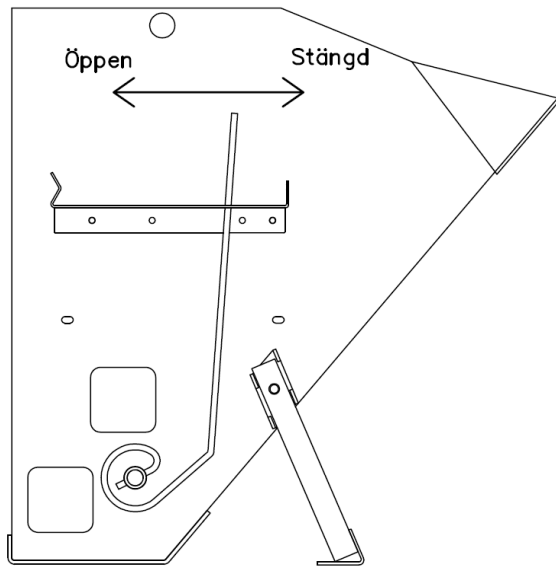

Bild 2. Sandspridarens mängdregleringsspak
1. Mängdregleringsgummin pressas tätt mot spridarvalsen eller lossas med hjälp av mängdregleringsspaken på vänster sida av maskinen. Bild 2.
2. Mängden som ska spridas ut kan ökas genom att öka rotationshastighet på spridarvalsen. På motsvarande sätt kan sandmängden minskas genom att minska rotationshastigheten. Detta sker genom att reglera oljeflödet med hjälp av en hydraulventil. Bild 2.